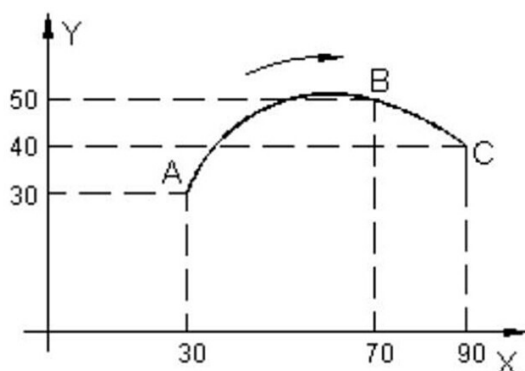

图 4
**程序实例:** 如图 4 所示,加工圆弧 ABC,加工路线为 A→B→C。编程程序如下: